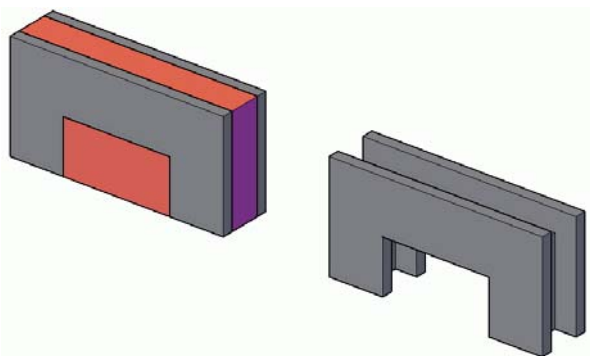

Abb. 5
3. Werden alle Quader übereinander gezeichnet, entsteht die Figur in Abb. 5 links.
4. Durch Differenzbildung entsteht wiederum das fertige Objekt (Abb. 5 rechts).